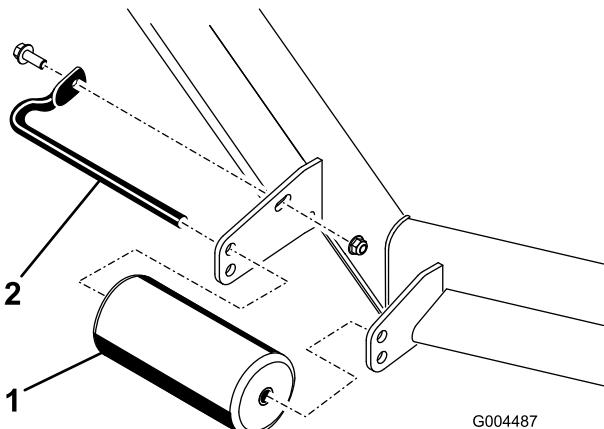

図 28
4. デッキからローラをはずして希望する高さに付け直す; 図 28~図 32のうち、該当するものを参照。